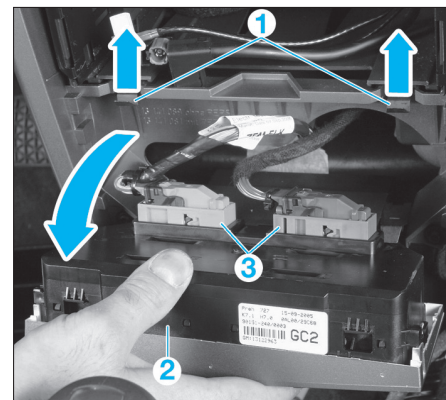

FIG. 24
- Décliper la façade (2) de commande de climatisation des deux ressorts (1) (fig. 24).
- Débrancher les deux connecteurs (3) de la façade de commande de climatisation et la déposer.